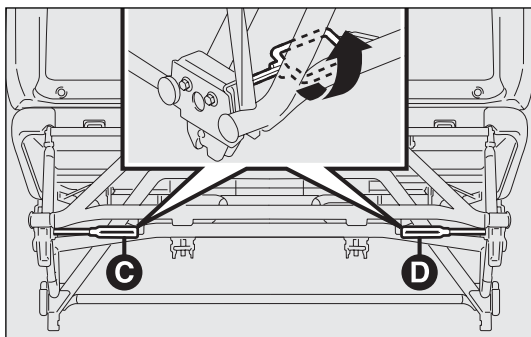

fig. 42
- draai vanuit de ingeklapte stand de hendels C en D-fig. 42 naar voren (zoals aangegeven op de sticker op de ondertraverse);